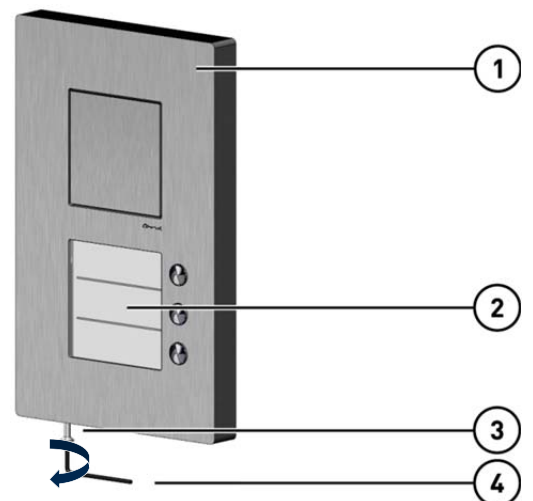

Abb. 2: Außenstation öffnen
- Drehen Sie die Innensechskant-Schraube (3) mit dem Innensechskant-Schlüssels (4) heraus (Abb. 2).